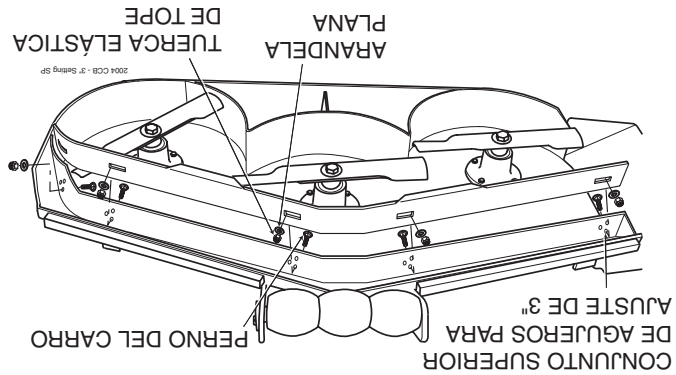

Figura 6-9. Posición 3" del deflector de corte personalizado
A. Posición 3" - el deflector se instala usando el conjunto superior de agujeros en el deflector frontal (Vea la Figura 6.9) La plataforma de corte Advantage entregará la mejor calidad de corte en césped muy alto, tieso y difícil de cortar.